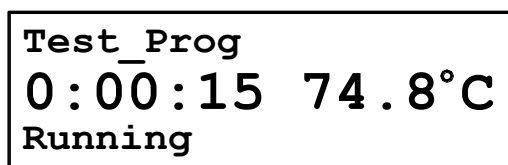

Рис.5. Вид ЖК-индикатора в процессе выполнения программы
2. Сообщение **Running** (выполнение) означает, что программа выполняется (Рис.5). В верхней части дисплея указано название выполняемой программы. Слева указано примерное время до окончания программы, справа - температура термоблока.